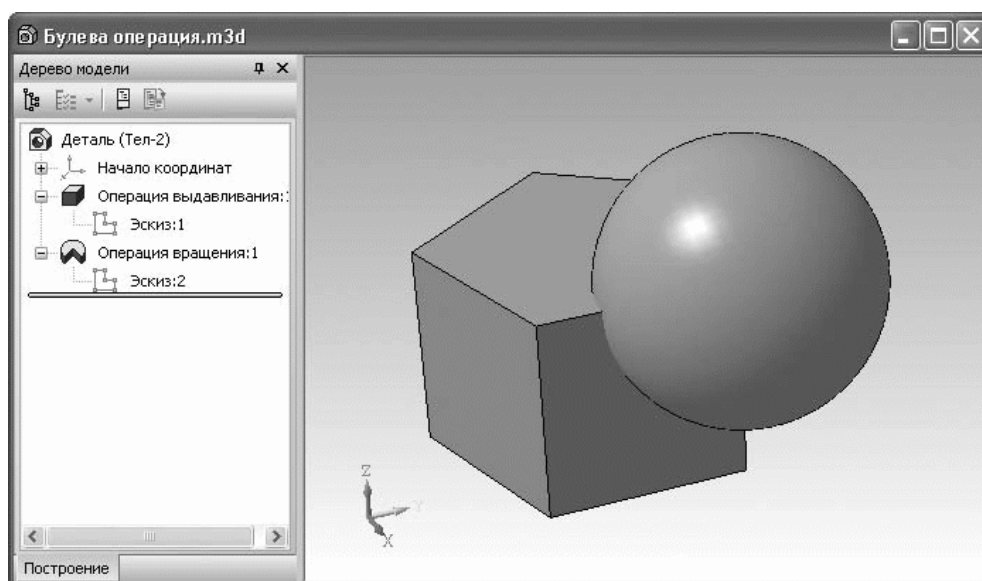

Рис. 3.15. Два созданных тела в модели
7. Нажмите кнопку Создать объект. В результате получится сплошной шар радиусом 20 мм (рис. 3.15). Несмотря на то, что созданные объекты пересекаются, это все равно два разных твердых тела (о чем свидетельствует то, что в местах входа шара в призму нет четко обозначенных ребер).